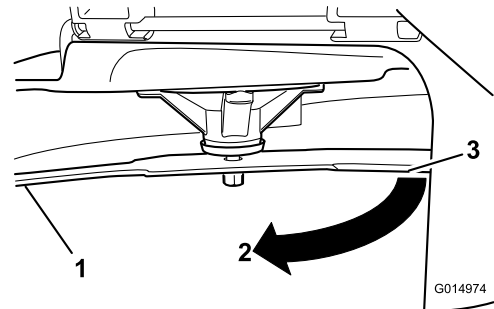

Figura 52
4. Gire la misma cuchilla 180 grados de manera que el otro extremo esté en la misma posición (Figura 52).